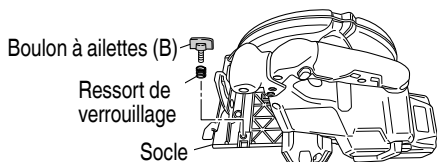

Fig. 21
3. Réglage du guide (garde de refente) (Fig. 21, 22)